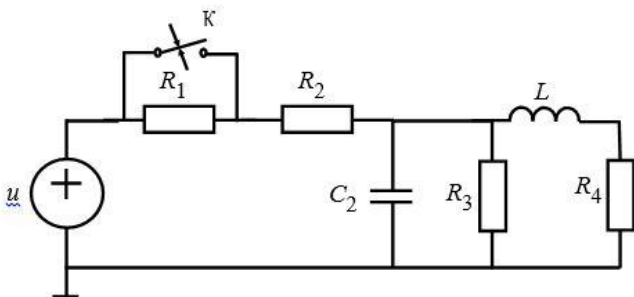
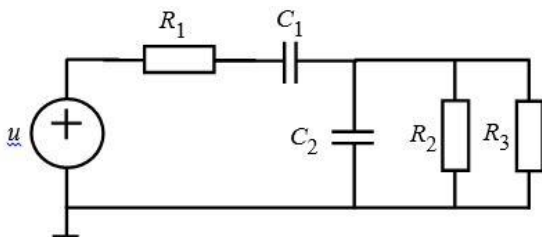
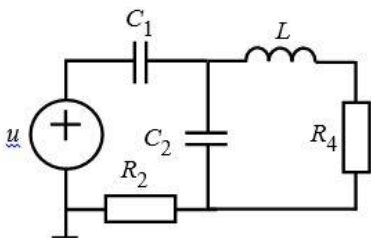

Рис. 3.4. RLC-цепь второго порядка
Рис. 3.6. RC -цепь второго порядка
Рис. 3.7. RLC -цепь третьего порядка
Схема исследуемой цепи приведена на рис. 3.4.
Соберите схему, приведенную на рис. 3.4 с параметрами элементов
Схема исследуемой цепи приведена на рис. 3.6.
Соберите схему, приведенную на рис. 3.6. с параметрами элементов:
Схема исследуемой цепи приведена на рис. 3.7.
Для цепи третьего порядка (рис. 3.7) собственные частоты при $C_1 R_1 = L/R_4$ и $C_1 = C_2$
Соберите схему, приведенную на рис. 3.7 с параметрами элементов:
3) Увеличится или уменьшится длительность переходного процесса в RLC -цепи второго порядка (рис. 3.4) при замене проводником резистора R_4 ?
4) Как изменится переходный процесс в RC -цепи второго порядка (рис. 3.6) при отключении R_3 ?
5) Чем и почему отличаются переходные процессы в RC -цепи второго порядка (рис. 3.6) и в RLC -цепи третьего порядка (рис. 3.7)?
6) Чем и почему отличаются осциллограммы RLC -цепи второго порядка (рис. 3.4) и третьего порядка (рис. 3.7)?